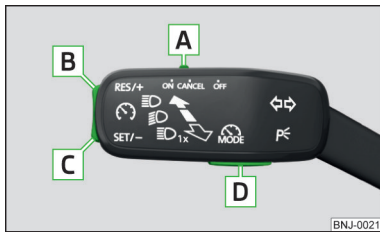

Abb. 207
Übersicht der Bedienelemente der GRA » Abb. 207
- ▶ Durch das Drücken der Taste **D** » Abb. 207.
- Durch das Drücken der Taste **D** » Abb. 207 während der Regelung wird diese abgebrochen und es wird der Geschwindigkeitsbegrenzer aktiviert.